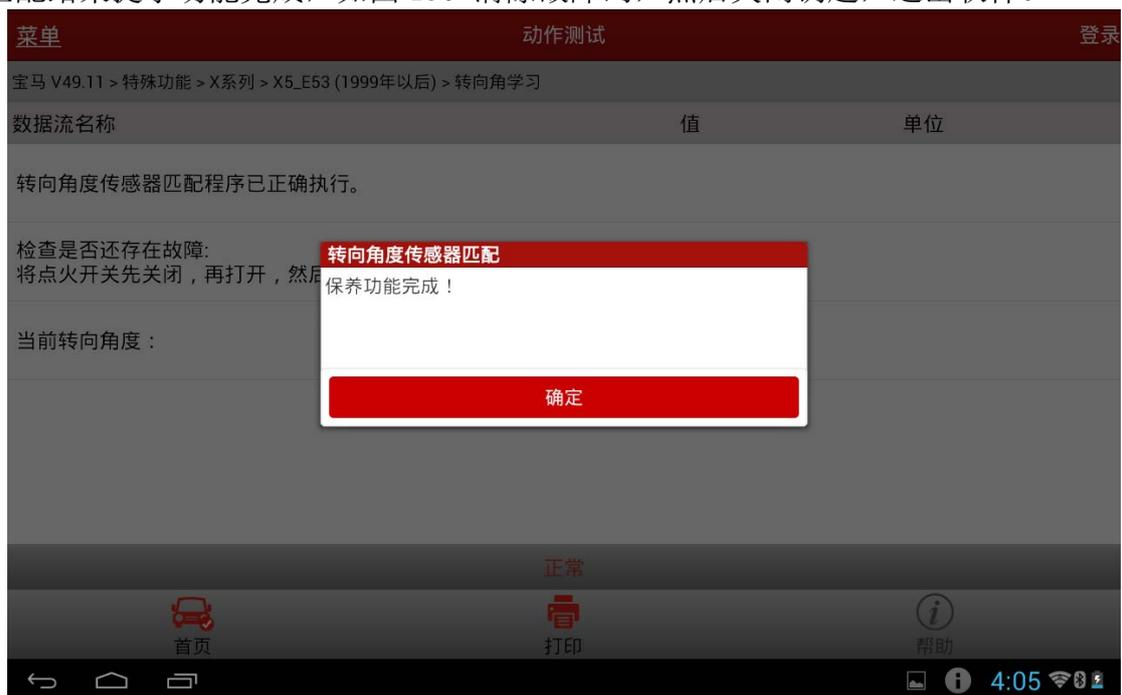

图 19
23). 匹配结果提示功能完成, 如图 19。清除故障码, 然后关闭钥匙, 退出软件。